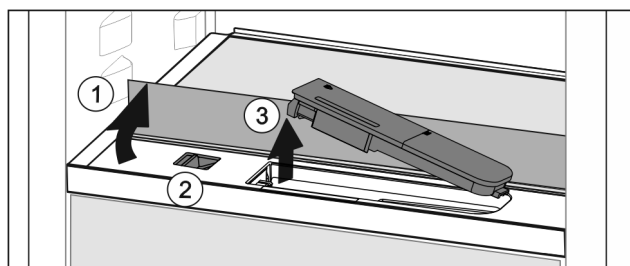

Fig. 145
- ▶ Ridicați placa de sticlă și rabatați în spate până la opritor *Fig. 145 (1)*.
- ▶ Împingeți zăvorul *Fig. 145 (2)* spre stânga.
- ▶ Scoaterea rezervorului de apă *Fig. 145 (3)*.